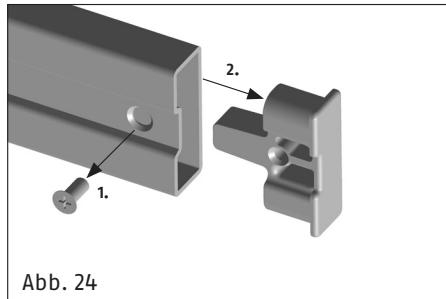

Abb. 24
Bevor die nachfolgend beschriebenen Montageschritte erfolgen bitte überprüfen, ob der **PR2600** bei eintourig ausgeschlossenen Riegeln auf das Türblatt passt. Im engen Nischenbereich eventuell **PWA2700** (Abb. 24 – 26) einsetzen.
4. Alternativ zur Montage eines Schließkastens kann der Riegel auch in die Wand einschließen. In diesem Fall kommt **PWA2700** (Abb. 24–26) zum Einsatz.
- Beim Einsatz von **PWA2700** zunächst die Schraube auf der Rückseite des Riegels lösen und Riegelabschlussstück entfernen (Abb. 24).